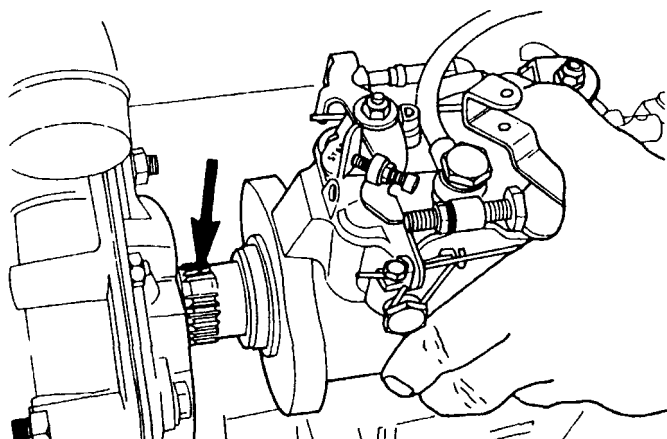

Рис. 1.75. V-образная канавка в ступице топливного насоса.
39. Отверните пластину или пробку доступа к ступице ТНВД (см. рис. 1.73 или 1.74), установите второй индикатор с помощью приспособлений 21-089 или 21-100 в зависимости от конструкции корпуса ТНВД. Медленно поворачивайте вал насоса до тех пор, пока шуп индикатора не попадет в V-образную канавку в ступице (см. рис. 1.75). Обнулите индикатор.